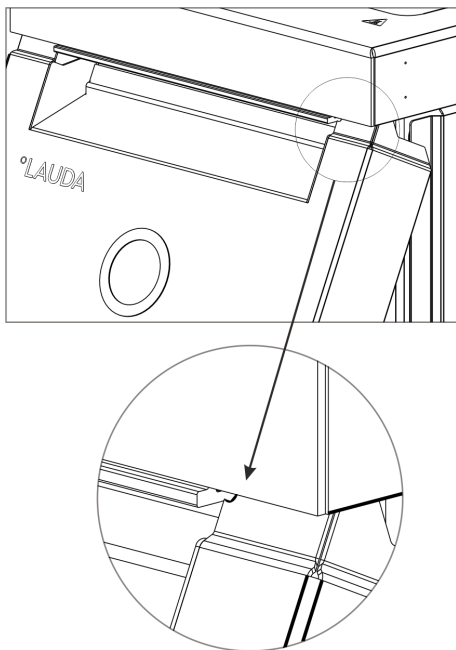

Fig. 40: Raggi sul pannello frontale
2. Spingere il pannello frontale verso l'alto solo finché i raggi non sono ancora visibili Fig. 40.